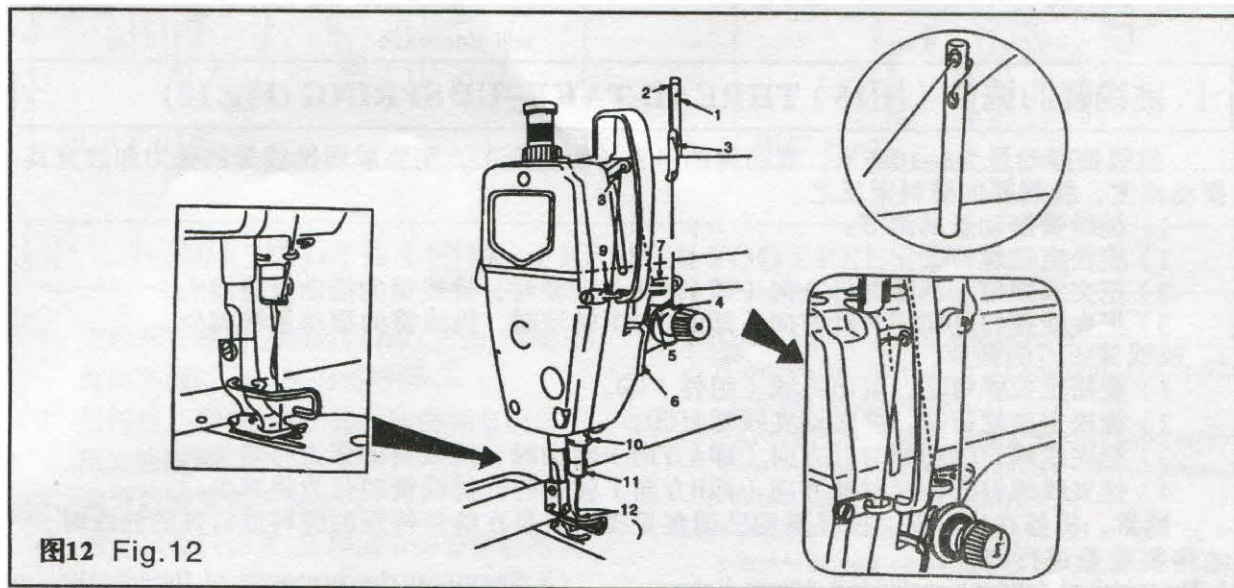

图12 Fig.12
9. Заправка верхней нити машины (Fig. 12)